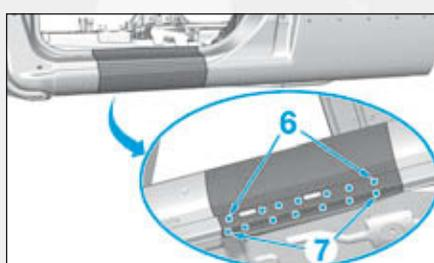

FIG.122
- points bouchons MAG en (6) puis meuler les points de soudure (Fig.122),
- par points électriques en (7).